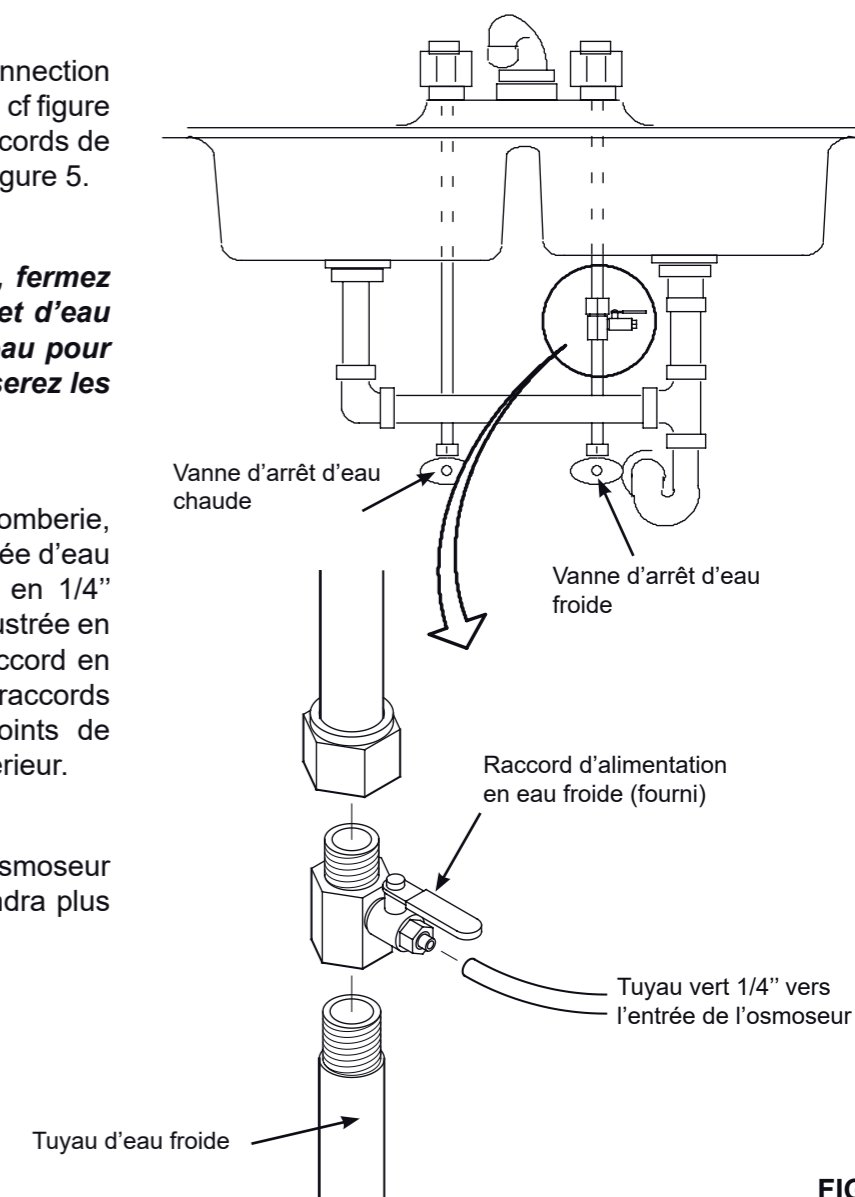

FIG. 5
1. Avant de commencer, fermez les robinets d'arrivée d'eau froide et d'eau chaude (cf Figure 5).
Le raccord doit comporter un connection 1/4" (6.35 mm) au tuyau de l'osmoseur, cf figure 20. Une installation type, avec des raccords de plomberie standards est illustrée en Figure 5.
**IMPORTANT: Avant de commencer, fermez les robinets d'arrivée d'eau froide et d'eau chaude (cf Figure 5). Utilisez un seau pour récupérer l'eau lorsque vous dévisserez les tuyaux.**
En accord avec les normes de plomberie, installez un raccord sur le tuyau d'arrivée d'eau froide pour insérer ensuite un tuyau en 1/4" (6.35 mm). Une connection type est illustrée en Figure 5. Vous pouvez utiliser des raccords en soudure ou filetés. Si vous utilisez des raccords filetés, assurez-vous d'utiliser des joints de tuyaux ou du Teflon sur le filetage extérieur.